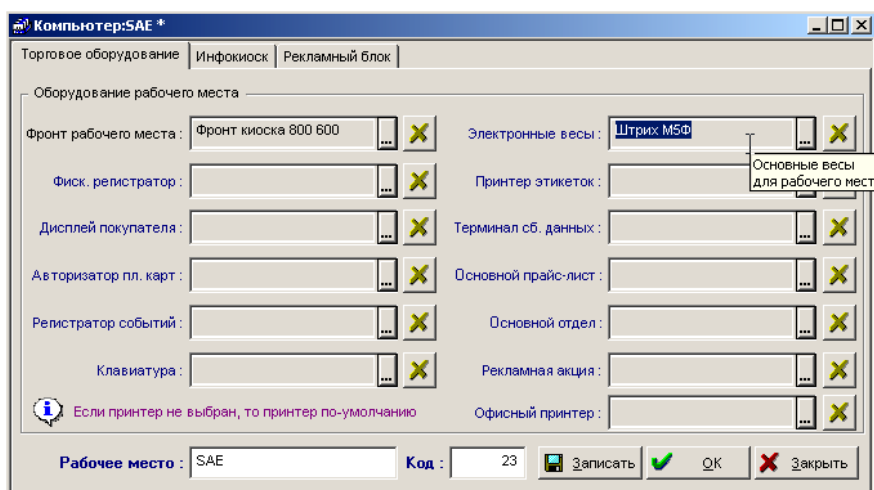

Рис.4
- Открыть справочник «Компьютеры» (рис.4) и проверить, что в строке Электронные весы выбрано именно это устройство («Штрих-М5Ф»).